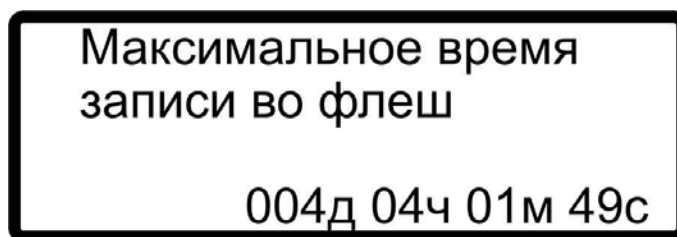

Рисунок 33 - Максимальное время записи
2. вывод максимально возможного времени записи в память (рисунок 33)